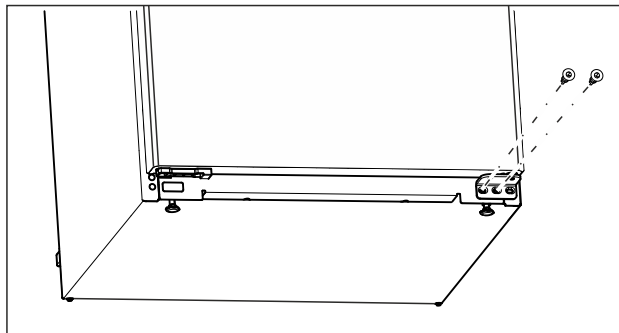

Fig. 7
- ▶ Na dolnej ložiskovej konzole vyskrutkujte strednú skrutku skrutkovačom Torx 20. (pozri Fig. 7)
- ▶ Na dolnej ložiskovej konzole vyskrutkujte vnútornú skrutku skrutkovačom Torx 20. (pozri Fig. 7)